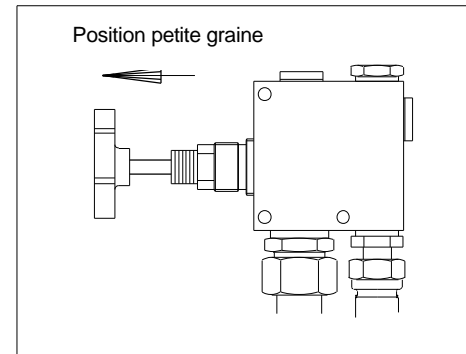

Fig. 3
1. Dévisser entièrement la manette. (jusqu'en butée). Fig.3